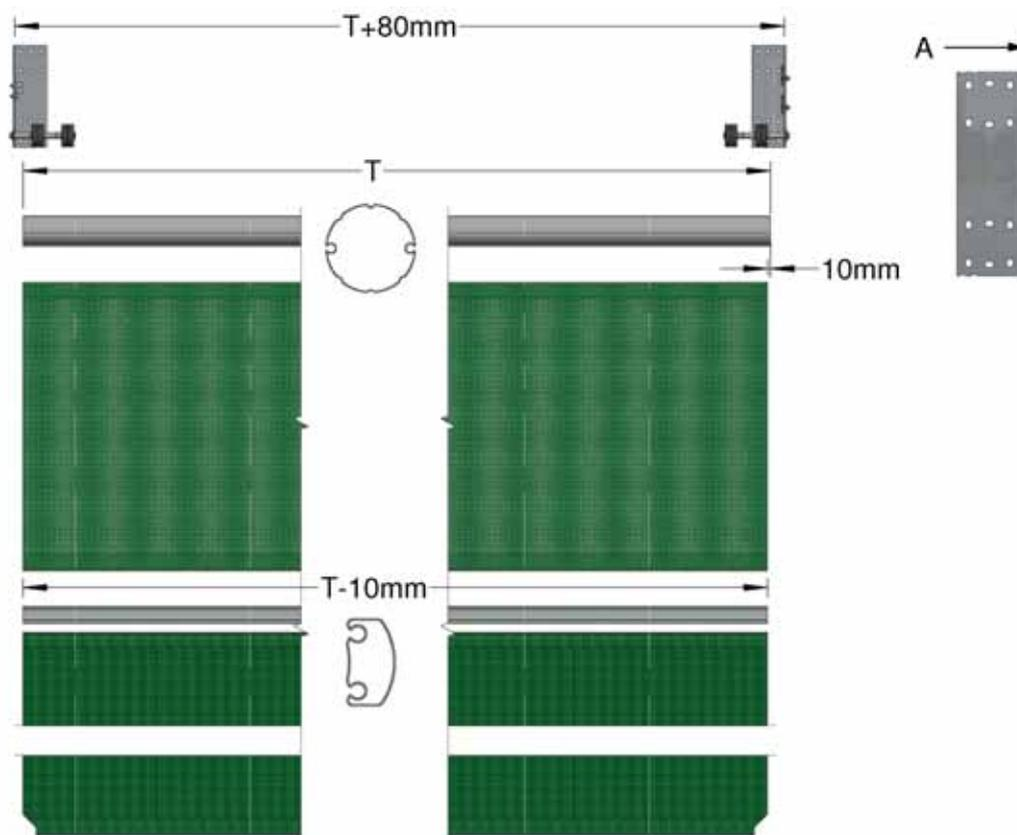

*Figure 4a, longueurs de découpe standards des tubes et du tissu*
3a. S'il est nécessaire de couper votre porte, mesurez l'espace de lumière entre la face interne des supports supérieurs (A) et découpez en suivant les règles suivantes (figure 4a). Ne coupez pas le volet inférieur et le tube inférieur pour le moment.